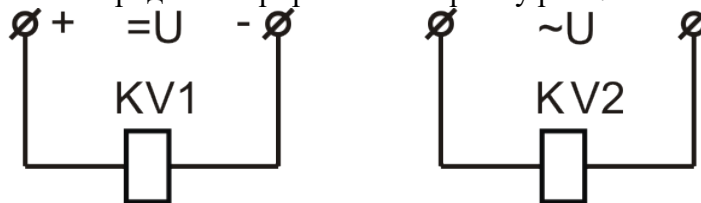

Рис. 5
6. Определить состав схемы (рис. 5), найти элементы на щите. Собрать схемы, включая поочередно реле постоянного и переменного тока. Определить токи срабатывания и отпускания каждого реле, рассчитать коэффициент возврата реле. Объяснить и продемонстрировать настройку реле.